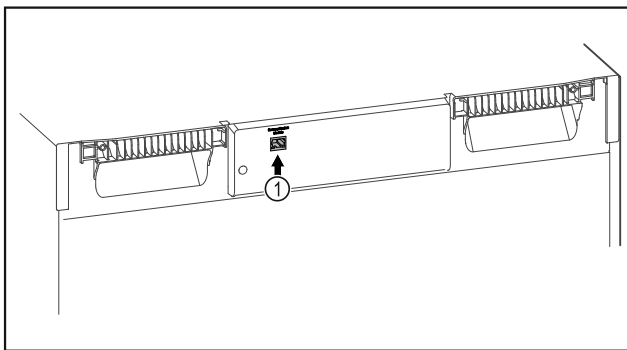

Fig. 123
- SmartModule Fig. 123 (1) inserito.